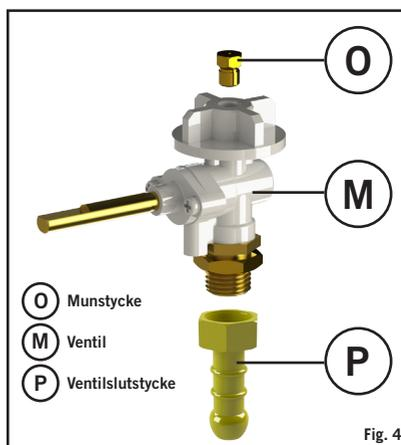

Fig. 4
- Skruva fast en slang med rätt storlek gängade passtycken i var ända mot Ventilens (O) vänstergängade ¼" BSP gänga (Fig. 4). Fäst en passande 50mBar lågtrycks reglerventil i andra änden av slangens. Slangen som används måste uppfylla kraven i DIN 4815 del 2 eller motsvarande.